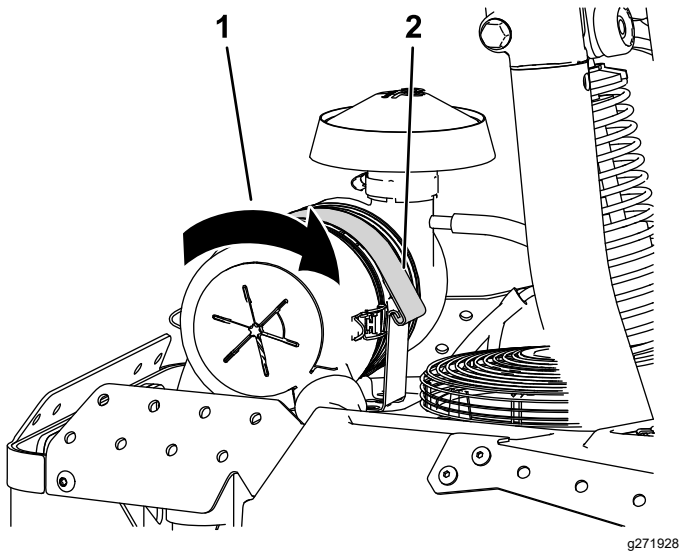

図 19
1. エアフィルタのフックを外してフィルタを前方に回し、バガーフードの取り付けようのすきまを作る 図 19。
4. エアフィルタを元の位置に戻してフックで固定する 図 19。